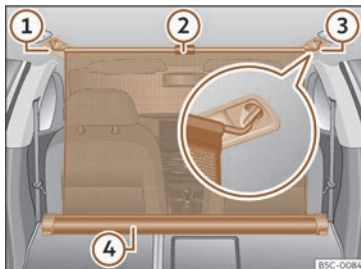

Fig. 135 No maleteiro: rede de separación enganchada cos respaldos do asento traseiro abatidos.
- Tire cara arriba da lingüeta >>> **fig. 135 ②** para sacar a rede da carcasa >>> **fig. 135 ④**.
- Enganche a rede de separación no lado dereito ou esquerdo >>> **fig. 135 ③** (imaxe ampliada).
- Enganche a rede de separación no aloxamento do outro lado >>> **fig. 135 ①** estirando a barra.
A rede de separación está correctamente montada cando os extremos en forma de T están firmemente enganchedos nos aloxamentos correspondentes >>> **fig. 135 ③** e **①**.
- Enrole a rede na carcasa»» fig. 135 ④ baixándoa coa man.